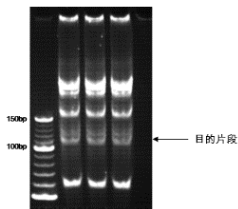

图 1 PCR 产物电泳图
- 电压 185 V 进行电泳，当蓝色染料到达胶的底部时，即可停止电泳。用 GelStar™ Nucleic Acid Gel Stain 染胶 10 min，在凝胶成像系统下拍照（见图 1）。